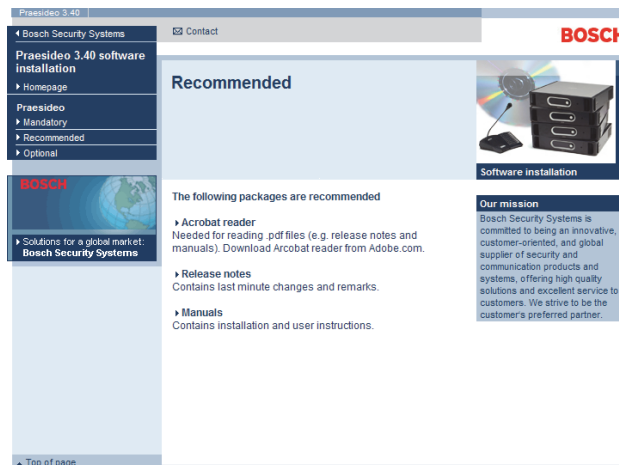

abbildung 38.1: Seite Empfohlene Software-Packs
- 2 Klicken Sie auf die Schaltfläche *Recommended*. Es erscheint ein Bildschirm, der dem in abbildung 38.1 ähnelt.